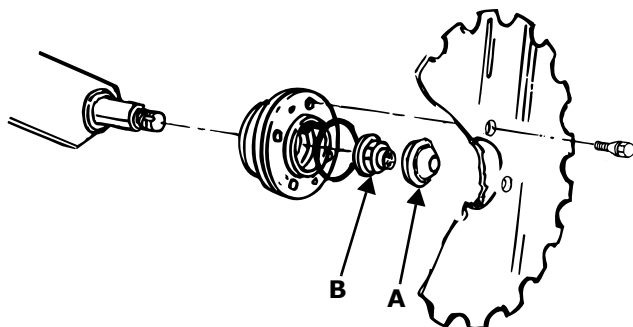
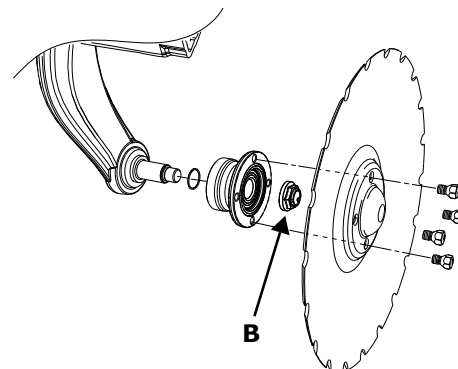

Figure 3.33
Figure 3.34
Quitar la tapa protectora (A) en máquinas con números de serie (-1524); ver “Figure 3.33”. Aflojar la tuerca (B). Ahora se puede desmontar el cojinete del pivote de eje.
Montar el cubo y la junta tórica en el pivote de eje, tal como se muestra en “Figure 3.33” (-1524) o “Figure 3.34” (1525-). Poner una tuerca nueva y apretarla con un par de 285 Nm. Montar una tapa protectora nueva en máquinas con números de serie (-1524).